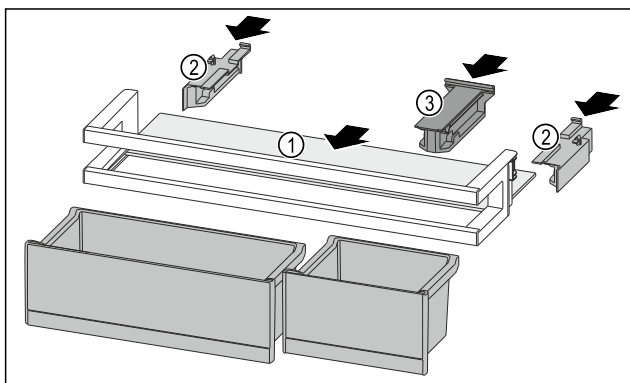

Fig. 130
- Insérer la tablette de rangement Fig. 130 (1) dans les évidements latéraux.
- Installer les parties latérales Fig. 130 (2).
- Installer la pièce de retenue Fig. 130 (3).